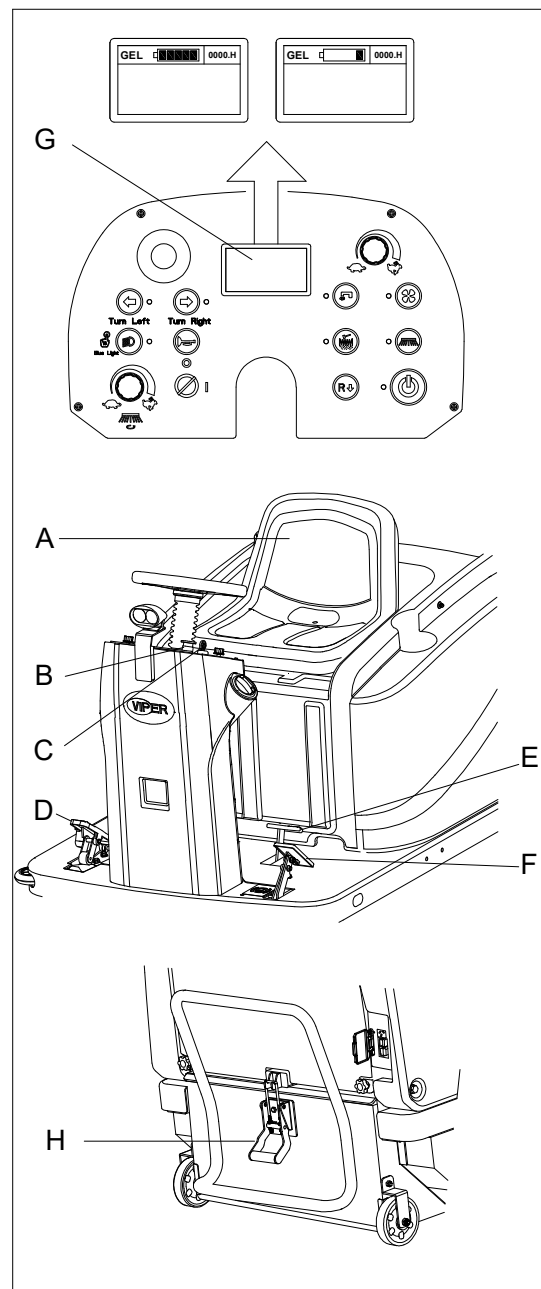

Abb. 9
2. Setzen Sie sich auf den Sitz (A, Abb. 9), stecken Sie den Zündschlüssel (C, Abb. 9) ein und starten Sie die Maschine. (Vgl. die Vorgehensweisen im nachstehenden Absatz)
3. Akkustand überprüfen. Beträgt die Akkuanzeige auf dem LCD (G, Abb. 9) 5 Balken, sind die Akkus voll aufgeladen. Liegt er bei 1 Balken oder weniger, müssen die Akkus vor dem Betrieb aufgeladen werden. (Zum Laden des Akkus vgl. das Kapitel Wartung)
4. Feststellbremse (F, Abb. 9) überprüfen. Die Bremse muss ihre Einstellung (verriegelt) halten, ohne dass sie sich leicht lösen lässt (alle Defekte müssen unverzüglich dem Nilfisk-Kundendienst gemeldet werden).
5. Überprüfen Sie das Trittpedal (E, Abb. 9) auf ordnungsgemäßen Betrieb.
6. Drücken Sie das Gaspedal (D, Abb. 9) leicht, lassen Sie es los, um zu prüfen, ob sich die Maschine nach vorne steuern lässt und stoppt.
7. Überprüfen Sie zur Sicherheit, dass die Maschine beim Drücken der Not-Aus-Taste (B, Abb. 9) sofort gestoppt werden kann. Drehen Sie die Not-Aus-Taste, um diese zurückzusetzen.
9. Stellen Sie sicher, dass der Abfallbehälter (H, Abb. 9) richtig geschlossen ist.